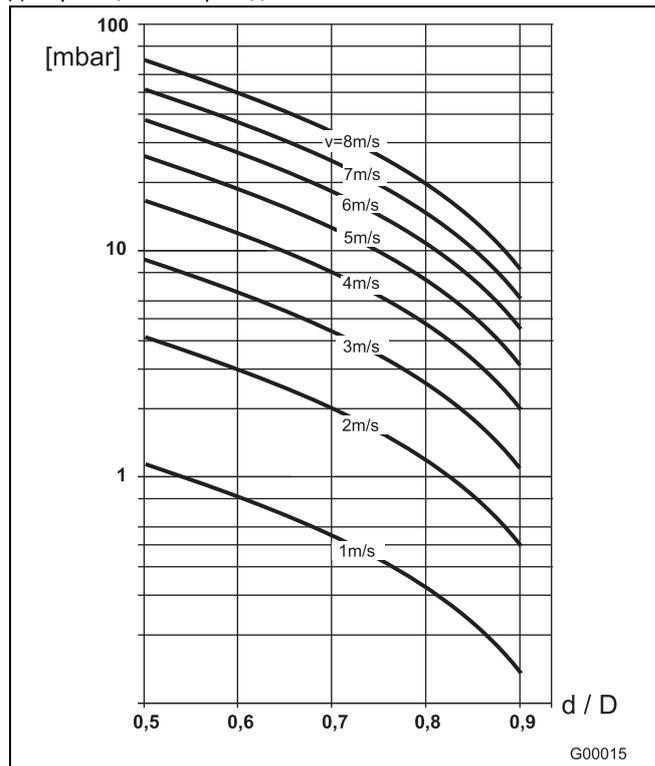

Рис.37
2. По номограмме расхода (Рис.37) определить скорость потока.
3. На Рис.37 по оси Y определить потерю давления.